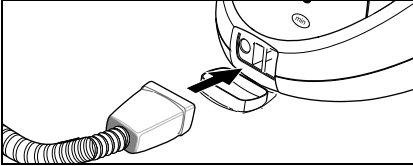

Abb. 5
- Dampfstecker (C7) fest in die Geräteresteckdose (A1) stecken. Dabei müssen die Arretierungen des Dampfsteckers am Deckel der Geräteresteckdose einrasten (siehe Abb.5).